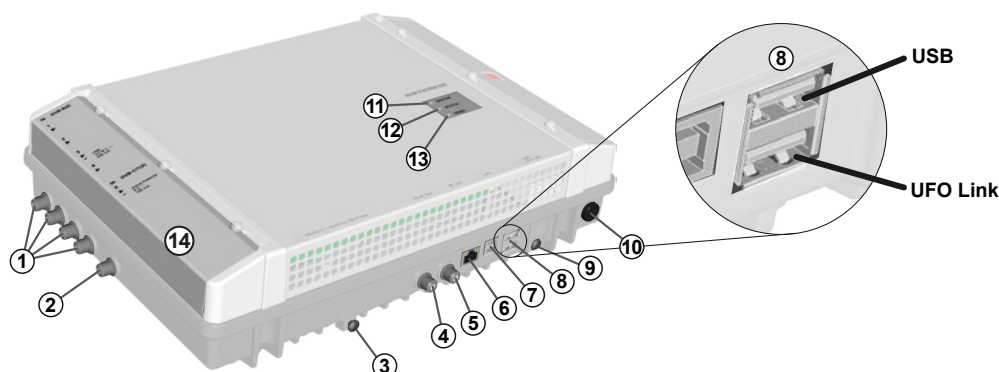

Fig. 1: Elementi dell'apparecchio
Eccezione: Copertura degli slot CI (Ⓙ in Fig. 1, pag. 3)
1. Collegare un conduttore di compensazione del potenziale (Cu,  $\geq 4 \text{ mm}^2$ ) sulla vite di messa a terra; vedere ③ in Fig. 1, pag. 3.
- Le spine devono essere inserite nelle interfacce UFO Link adatte del master e dello slave (④ in Fig. 1).
4. Collegare le linee di segnale AF per l'antenna, la rete via cavo e l'uscita alle testate; vedere ①, ② e ⑤ in Fig. 1, pag. 3.